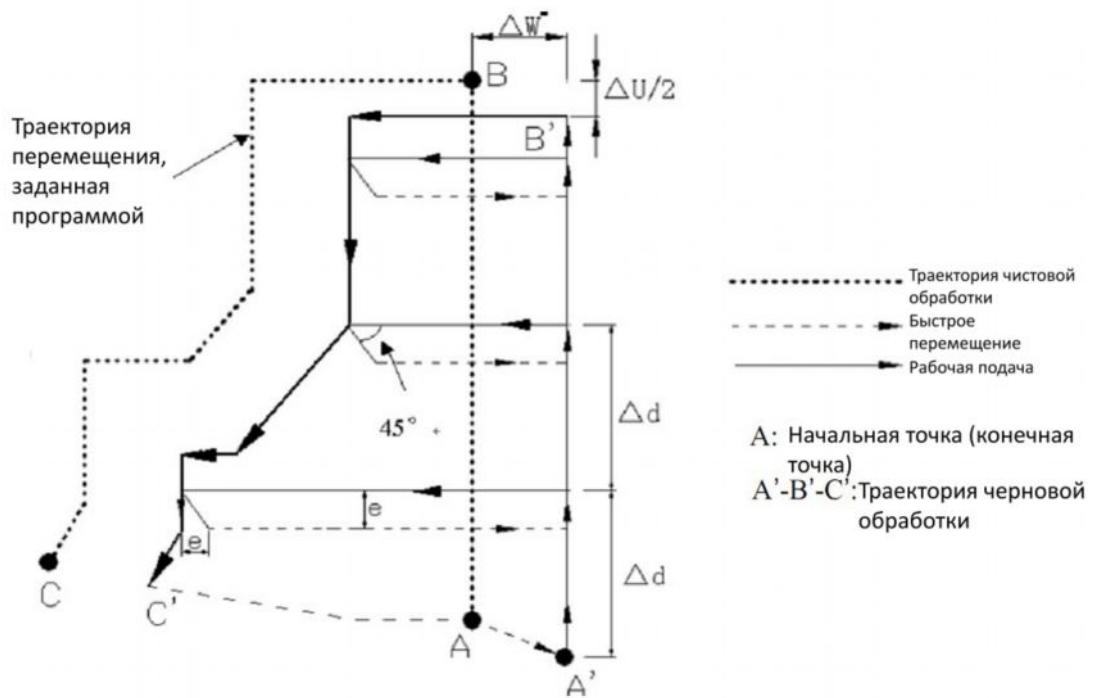

Рис. 3-36 Траектория перемещения в цикле G71
1) Последовательность выполнения: (Рис. 3-36)
- ① Быстрое перемещение по оси X из точки A в точку A', перемещением по оси X является Δu , а по оси Z - Δw
- ② Перемещением из точки A' по оси X является Δd (врезная подача инструмента), кадр ns предназначен для врезной подачи инструмента на скорости быстрого перемещения в команде G0, для врезной подачи инструмента на скорости подачи F в команде G71; направление врезной подачи инструмента это направление перемещения из точки A в точку B;
- ③ Перемещение по траектории черновой обработки по оси Z на рабочей подаче, направление перемещения совпадает с направлением перемещения из точки A в точку B по оси Z;
- ④ Отвод инструмента на скорости подачи по осям X, Z е (прямая линия 45°), направление отвода инструмента противоположно направлению врезной подачи;
- ⑤ Отвод инструмента на скорости быстрого перемещения по оси Z в положение, координаты которого совпадают с координатами Z;
- ⑥ После повторной врезной подачи инструмента по оси X ($\Delta d+e$), конечная точка перемещения инструмента все еще находится на средней точке прямой линии между точками A' и B' (инструмент не достигает точки B' или не перемещается за эту точку), и после повторной врезной подачи выполняется шаг ③; после повторной врезной подачи ($\Delta d+e$), инструмент достигает точки B' или выходит за прямую линию между точками A'→B', выполняется врезная подача инструмента по оси X в точке B', а затем выполняется следующий шаг;
- ⑦ Перемещение на рабочей подаче из точки B' в точку C' по траектории черновой обработки;
- ⑧ Быстрое перемещение из точки C' в точку A, после завершения цикла G71 происходит переход к следующему кадру за кадром nf.